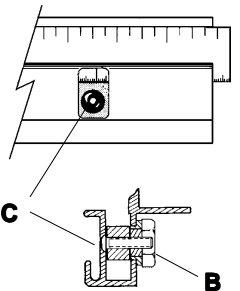

Figure 28
**NOTE:** One end of each squaring edge bar is fixed in position by its **PIVOT SCREW** near the cutting line. Each of the bars can be raised or lowered slightly by rotating them around their **PIVOT SCREW**. This is done by turning **ECCENTRIC NUTS (B)**, **Figure 28**, one in the **RIGHT SQUARING EDGE BAR** and two in the left. The **LEFT SQUARING EDGE BAR** is very long, so two **ECCENTRICS** are provided to assure the **SQUARING EDGE BAR** can be adjusted straight.
**HINWEIS:** An dem Ende von jeder **Winkelleiste**, das der Schnittlinie am nächsten liegt, befindet sich eine **Stellschraube**, welche die **Winkelleiste hält**. Jede dieser Leisten kann mit diesen **Stellschrauben** ein wenig angehoben oder gesenkt werden, indem Sie um diese **Stellschrauben** gedreht werden. Das wird durch ein Drehen der **Exzentrikmuttern (B)**, **Abbildung 28**, von denen sich eine in der **rechten Winkelleiste** und zwei in der **linken Winkelleiste** befinden. Da die **linke Winkelleiste** sehr lang ist wurden zwei **Exzentrikmuttern** eingebaut, um sicherzustellen, daß die **Winkelleiste** genauestens eingestellt werden kann.
**N.B.** Un côté de chaque barre de bord d'équarrissage est maintenu en position grâce à une **VIS PIVOTANTE** près de la ligne de coupe. Chacune des barres peut être abaissée ou relevée légèrement en les faisant pivoter autour de leur **VIS PIVOTANTE**. Ceci est accompli en faisant tourner les **BOULONS EXCENTRIQUES (B)**, **Figure 28**, un dans la **BARRE DE BORD D'ÉQUARRISSAGE DROIT** et deux dans la gauche. La **BARRE DE BORD D'ÉQUARRISSAGE GAUCHE** étant très longue, deux **BOULONS EXCENTRIQUES** sont fournis pour assurer que la **BARRE DE BORD D'ÉQUARRISSAGE** peut être ajustée correctement.